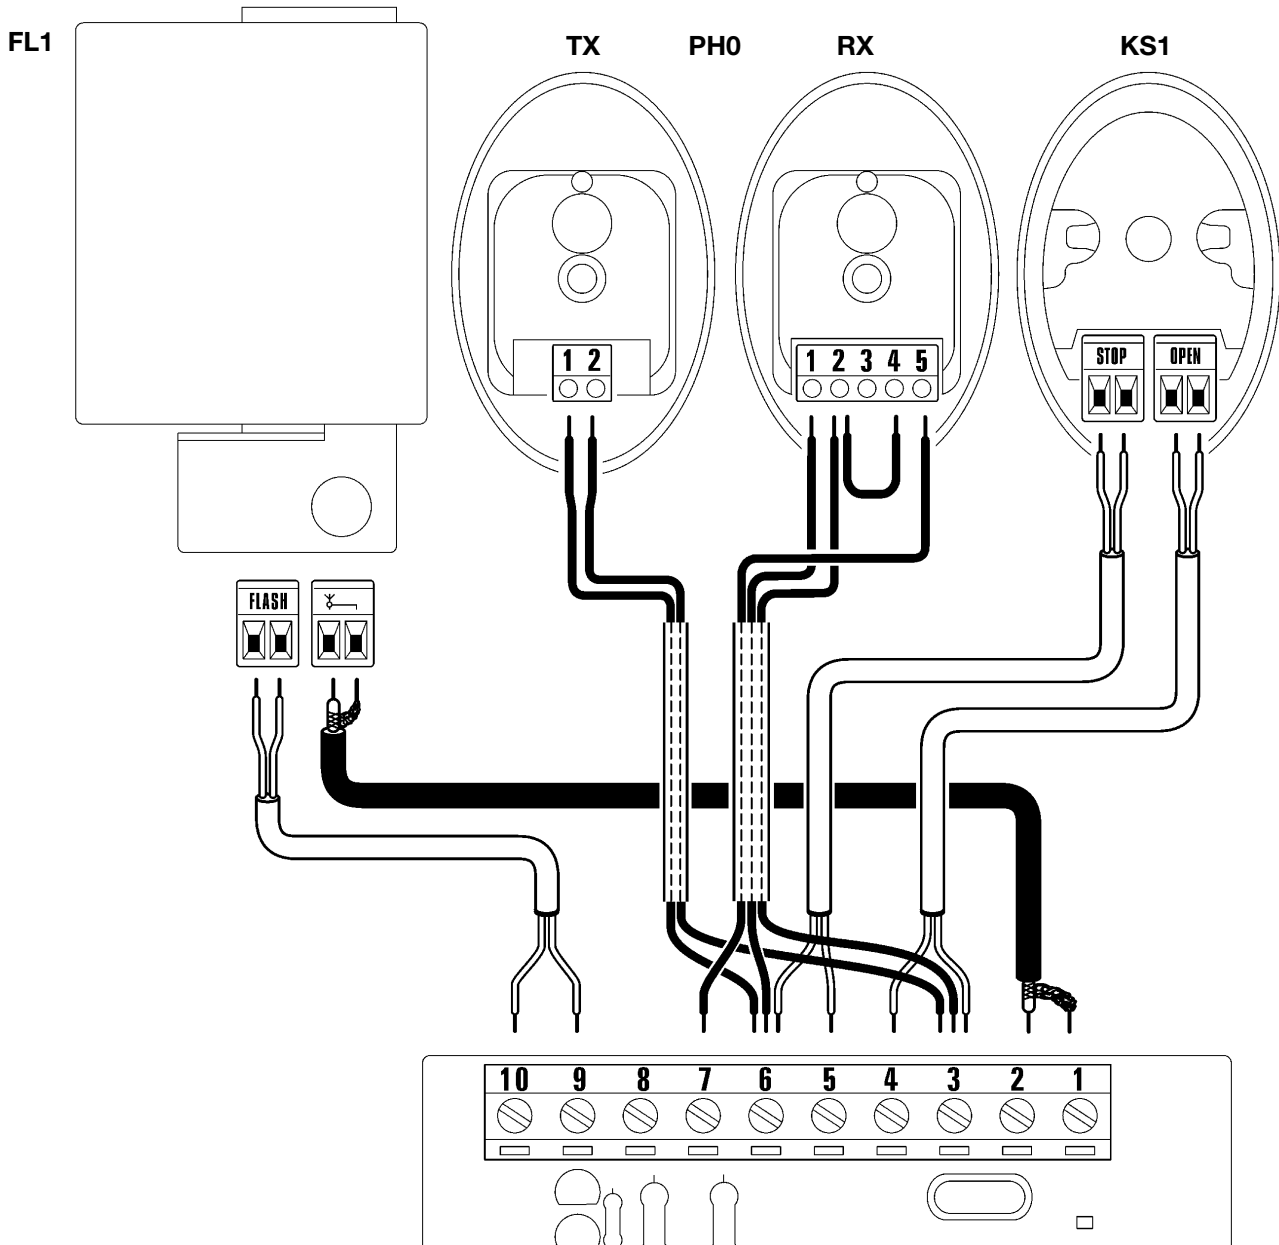

Figure 56
4 Utiliser comme référence la figure 56 et la description des connexions fournie dans le tableau 6.
- si l'on utilise les photocellules PH0, enlever le segment de câble entre les bornes 3 et 7 et effectuer les connexions comme indiqué sur la figure 56.
1 Réaliser le fascicule technique de l'automatisation qui devra comprendre au moins: dessin d'ensemble (par exemple figure 1), schéma des connexions électriques (par exemple figure 56), analyse des risques et solutions adoptées, déclaration de conformité du fabricant de tous les dispositifs utilisés. Pour GDO, utiliser l'annexe 1 "Déclaration CE de conformité des composants de GDO"